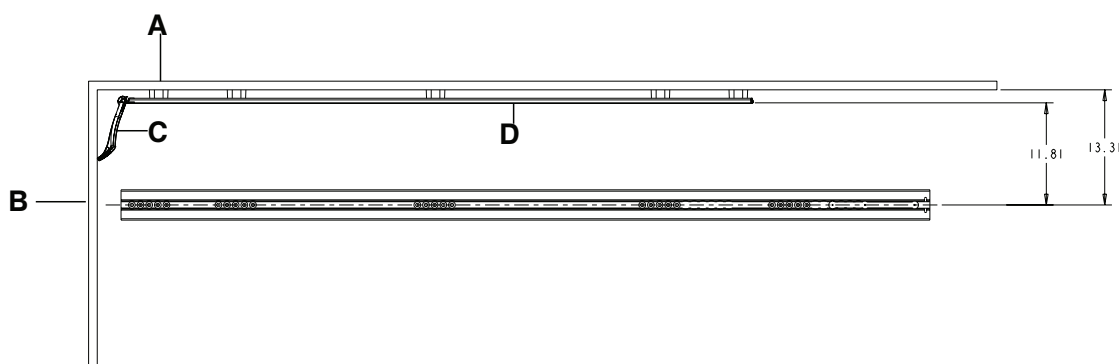
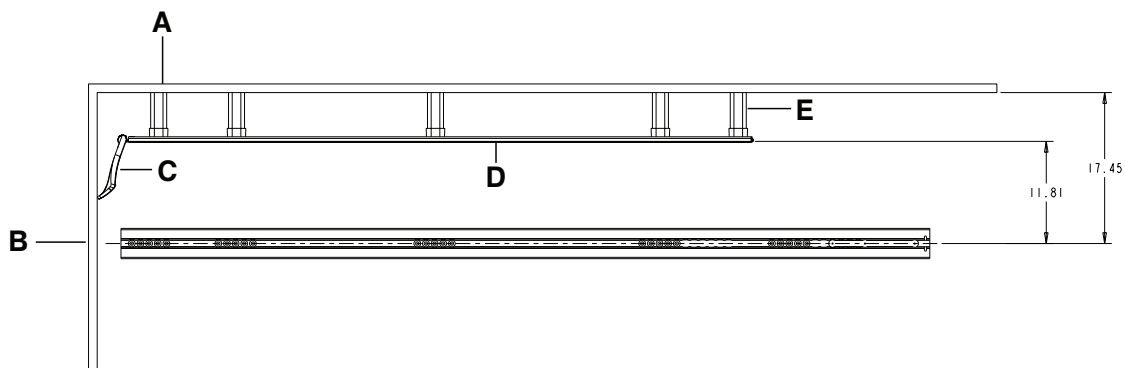

Figure 1 – Installation du guide de roues sans entretoises
Figure 2 – Installation du guide de roues avec entretoises
1. À l'aide d'un mètre à ruban, mesurer la distance entre la ligne centrale de la plaque de plancher et la paroi (enceinte) du côté conducteur du compartiment patient du véhicule (Figure 1 ou Figure 2).
12. À l'aide d'une douille de 7/16 po avec une clé à cliquet de 3/8 po et une clé mixte de 7/16 po, installer les vis (sélectionnées à l'étape 11) pour fixer solidement le rail de guide de roues au support de guide de roues à travers l'entretoise (6390-001-173) (D), le cas échéant, puis sur la paroi du compartiment patient du véhicule, voir Figure 1 ou Figure 2.
13. À l'aide d'une clé Torx T25, installer les deux vis d'assemblage à deux pans (0023-296-000) (B) pour fixer solidement l'embout du guide de roues (6390-001-178) (H) côté tête du rail de guide de roues.
14. Glisser la butée du rail de guide de roues (6390-001-175) (F) sur le rail de guide de roues depuis le côté pieds du compartiment patient du véhicule vers le côté tête.
15. À l'aide d'une clé 6 pans de 5/32 po, installer les deux vis d'assemblage à tête plate (0001-195-000) (A) à travers la charnière de l'ensemble de guide de roues (6390-001-017) (C) et du rail de guide de roues sur le boulon du guide de roues (6390-001-191) (J).
16. Installer les deux contre-écrous de verrouillage (0016-060-000) (M) et quatre garde-roues (6390-001-206) (L) sur le côté droit du patient de la civière qui doit être utilisée avec l'ensemble de guide de roues. Voir *Installation des garde-roues de la civière* (page 4).